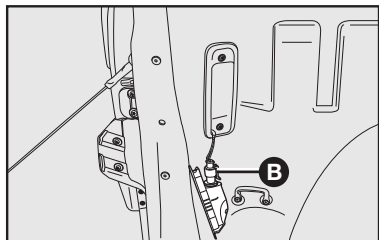

fig. 39
- 2) Atuar na trava **B-fig. 39** para retirar o conector elétrico;